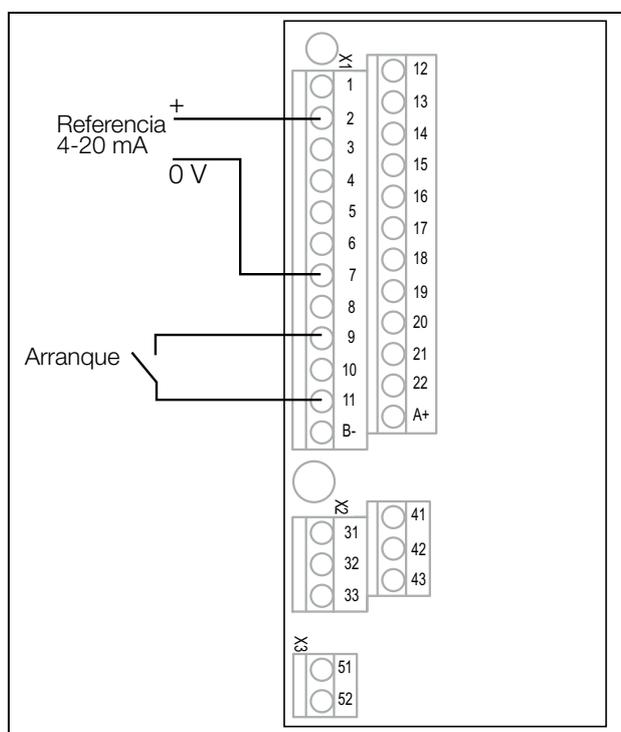

Fig. 74 Cableado.
1. Conecte un valor de referencia entre los terminales 7 (Común) y 2 (AnIn 1) como se muestra en la Fig.74.
2. Conecte un botón de arranque externo entre los terminales 11 (+24 V CC) y 9 (DigIn2, Marcha Dcha) como se muestra en la Fig.74.
15. Conecte las entradas/salidas digitales y analógicas como se muestra en la Fig.74.